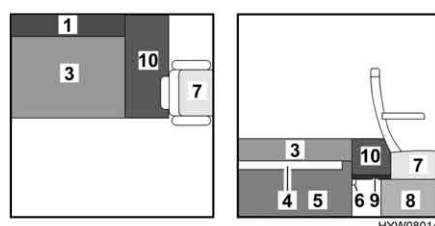

Fig. 110 Dopo la trasformazione
- Piazzare il cuscino aggiuntivo (Fig. 110,1) tra il cuscino del divano (Fig. 110,3) e la parete esterna.
- Applicare il cuscino aggiuntivo (Fig. 110,10).
- Spingere all'indietro il sedile del conducente (Fig. 110,7) così tanto che la prolunga dei sedili (Fig. 110,9) ed il cuscino aggiuntivo (Fig. 110,10) non possano scivolare.